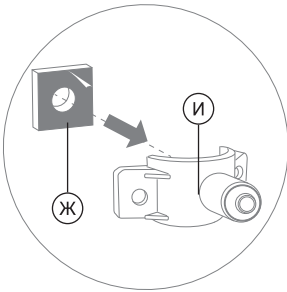

Рис. 8
2. Снимите с уплотнительной прокладки (Ж) защитную пленку. Приклейте прокладку (Ж) с внутренней стороны хомута, одновременно совмещая отверстие в прокладке с отверстием в штуцере хомута (рис. 8).